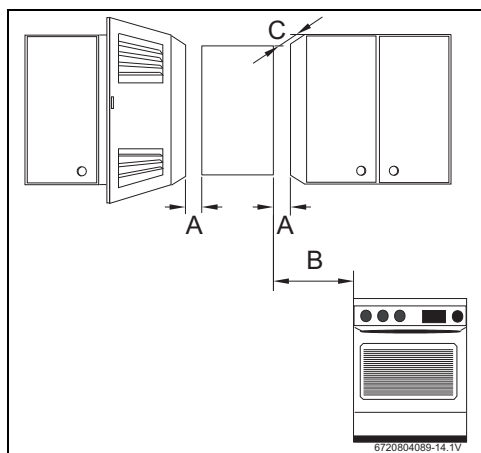

Fig. 17 Distances minimales
- ▶ Respecter les distances minimales indiquées dans la fig. 17.
- Assurer l'accès libre pour les opérations de maintenance et respecter les distances minimales indiquées dans la figure 17.